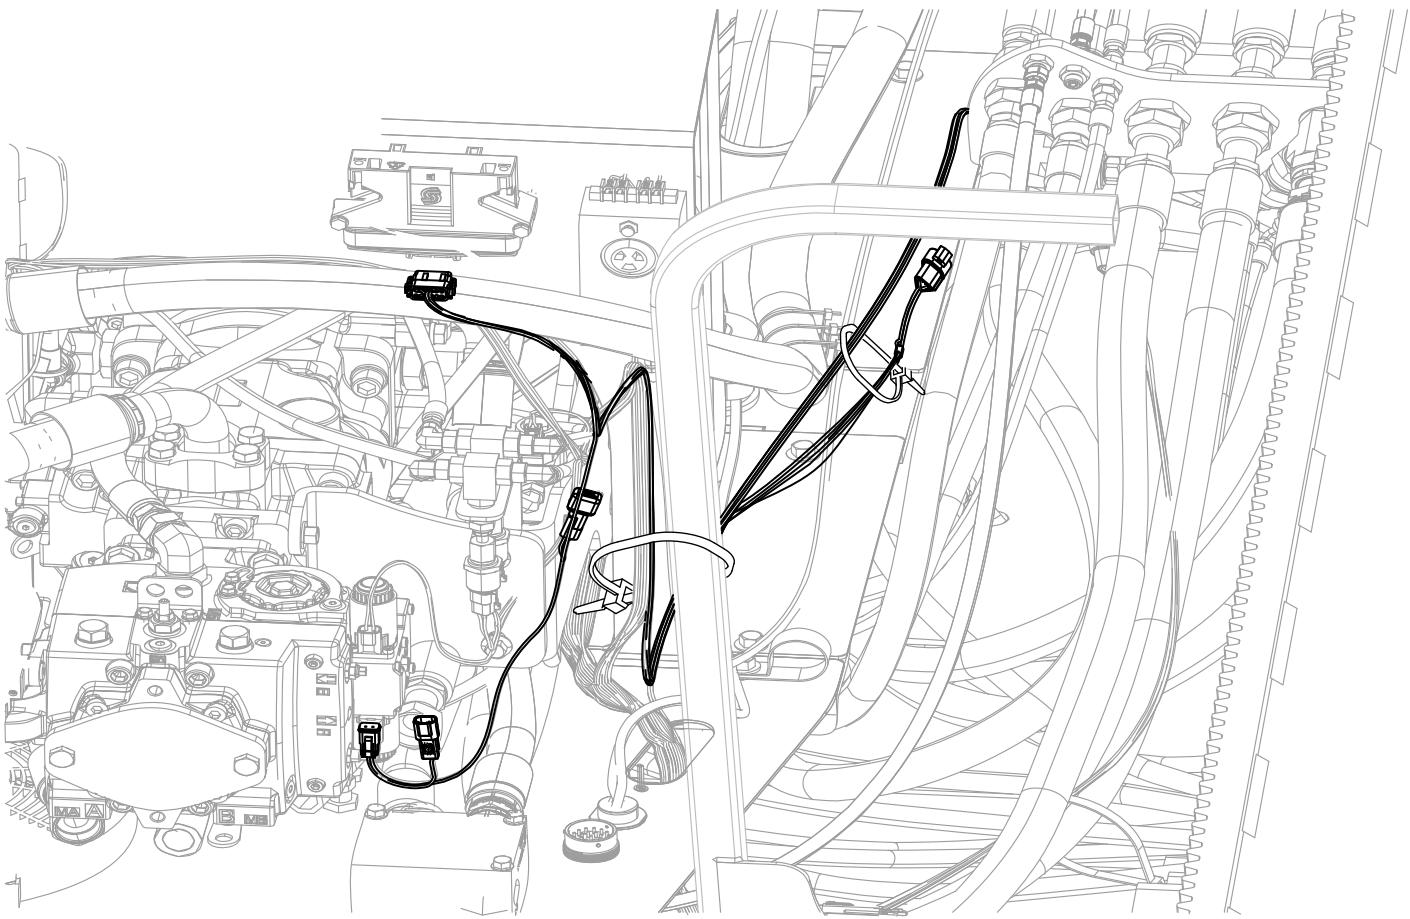
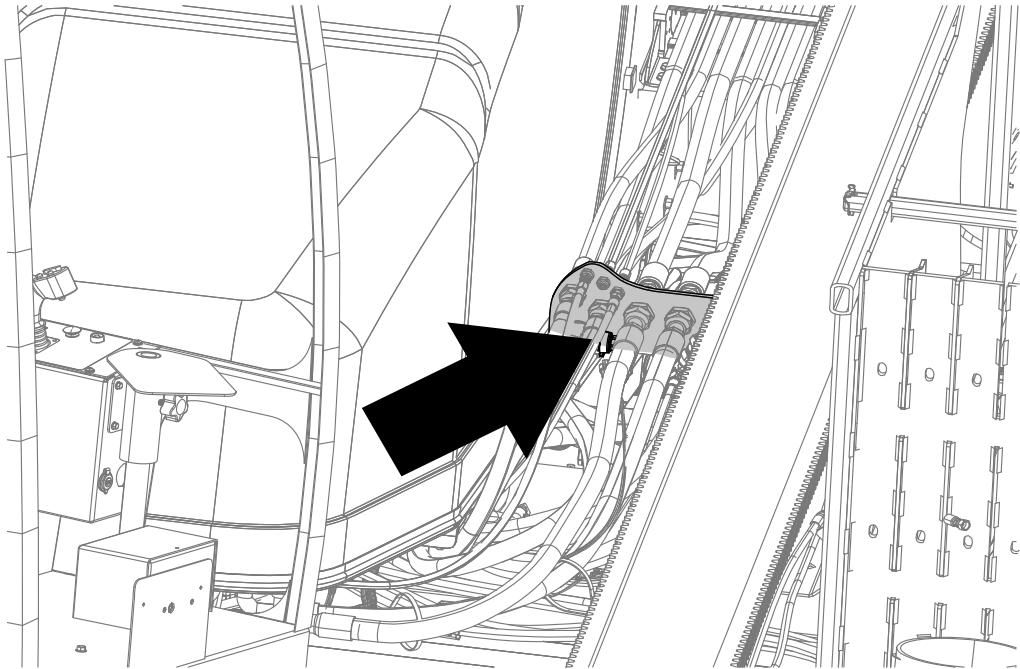

Bild 6
Bild 7
Verlegen Sie den Kabelbaum entlang des Rahmens zum momentan eingebauten Kabelbaum. (Bild 6 und Bild 7).
1. Lokalisieren Sie den Druckwandler unterhalb der Schottwand, etwas über der Zuführeinheit des Kraftstofftanks (Bild 7).